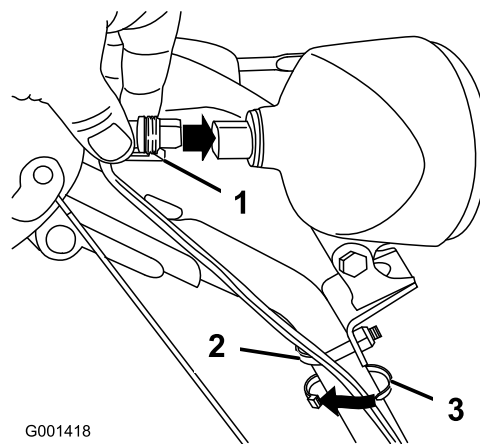

Figure 17
1. Branchez directement le connecteur qui est au bout du fil à l'arrière du phare et enfoncez-le bien en place (Figure 17).
- Remarque:** Assurez-vous que l'attache en plastique du connecteur se trouve en bas (Figure 17).
2. Attachez un serre-câble (pris dans le sachet de pièces détachées) autour du câble et du guidon à environ 2,5 cm au-dessous de l'étrier fileté (Figure 17).